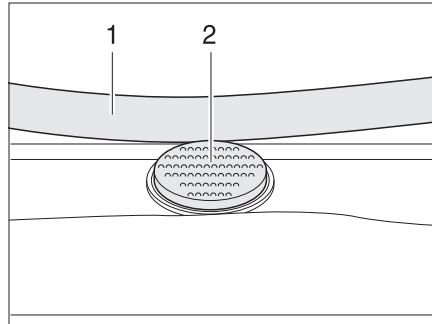

Figure 22 Bouton de sûreté sur le lanterneau basculant
- Appuyer sur le bouton de sécurité (Figure 22,2) et tirer l'étrier (Figure 22,1) vers le bas avec les deux mains.
- Pousser l'étrier vers le haut avec les deux mains jusqu'à ce que ce dernier se trouve au-dessus du bouton de sûreté (Figure 22,2).